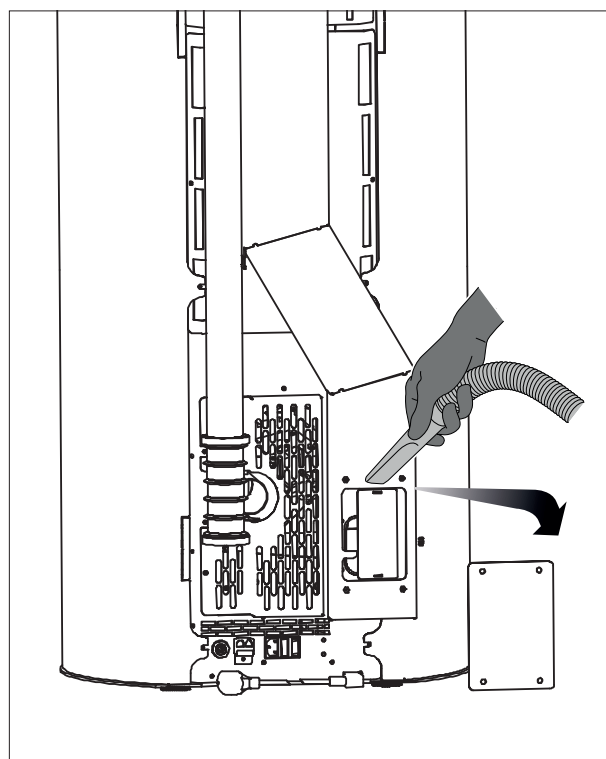

Fig. 5
- Remover los tornillos y quitar el cárter de humos posterior (Fig 5).